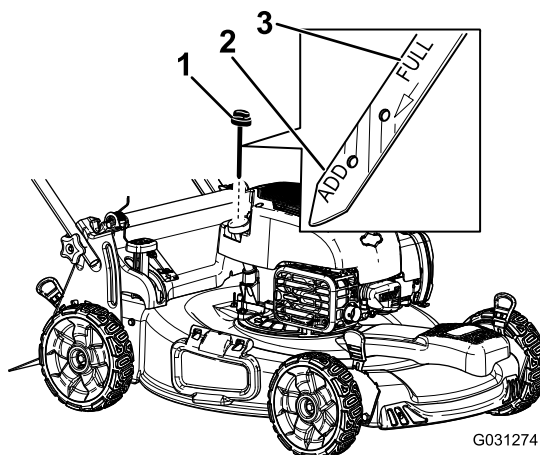

Figura 31
4. Retire la varilla (Figura 31).
6. Vierta aceite **lentamente** por el tubo de llenado hasta que el nivel de aceite llegue a la marca **Lleno** de la varilla (Figura 31). **No llene demasiado.**